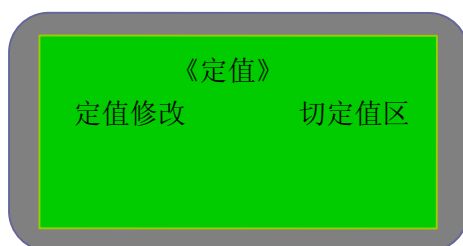

图 5-2
- 定值：在主菜单选择“定值”可用于阅读和修改定值。鉴于数据的重要性，在固化定值之前需要输入密码 8888。选择定值菜单，进入图 5-2 界面，可通过按“上移”键或“下移”键在其中循环选择，选择后按“确认”键进入该项下级菜单；按“退出”键回到前一级菜单。